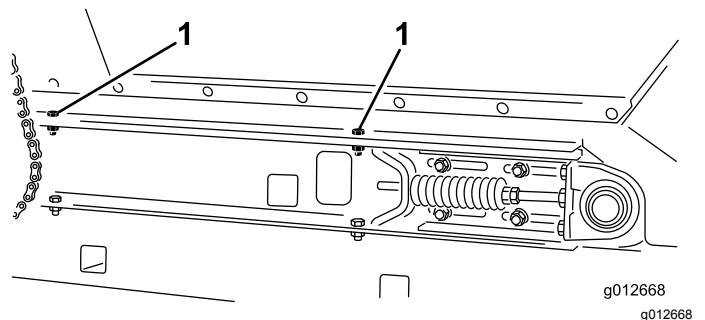

Figure 32
4. De chaque côté de la machine, fixez la trémie sur les rails du cadre coulissant (Figure 32) à l'aide des 2 vis, des 2 rondelles et des 2 contre-écrous que vous avez retirés sous Démontage du plateau coulissant (page 25).